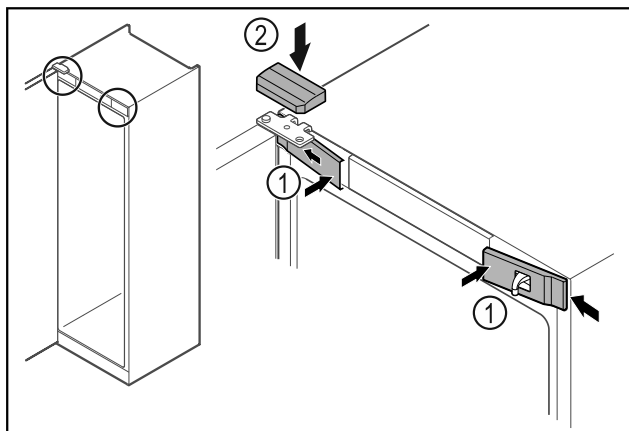

Fig. 70
- Enganchar las cubiertas delanteras Fig. 70 (1) lateralmente y encajarlas.
- Encajar la cubierta superior Fig. 70 (2) desde arriba.